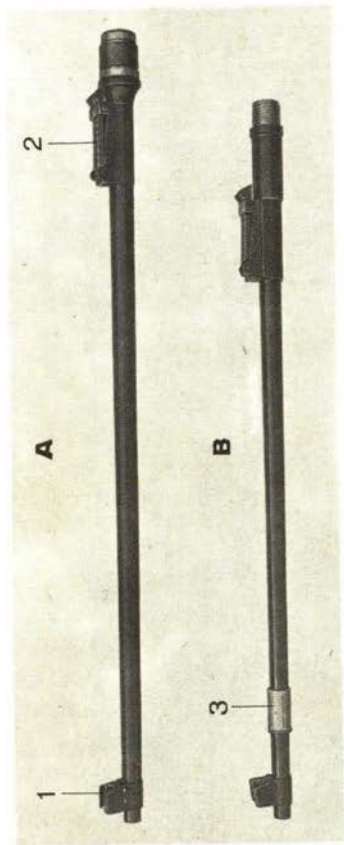

Bild 2
- Lauf Kal. 7,5 mm (Bild 2) mit der Zielvorrichtung (Bilder 3 bis 5)